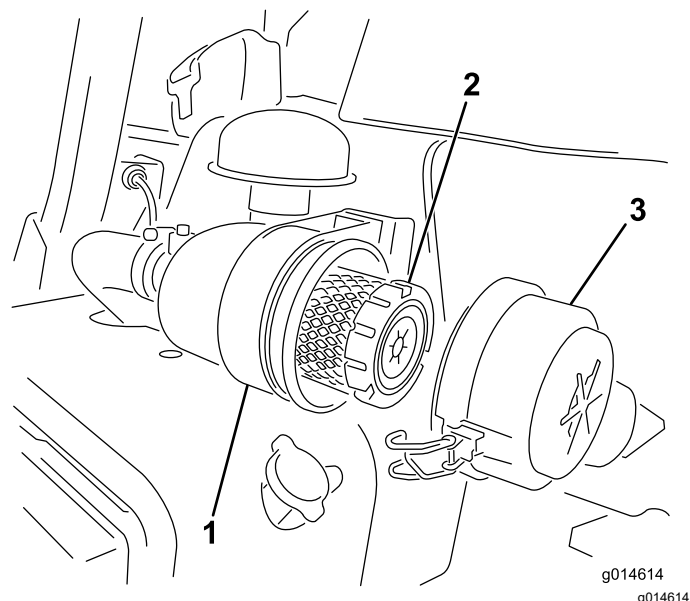

Рисунок 26
1. Отпустите защелки, фиксирующие крышку воздухоочистителя на его корпусе (Рисунок 26).
- Зафиксируйте защелки (Рисунок 26).